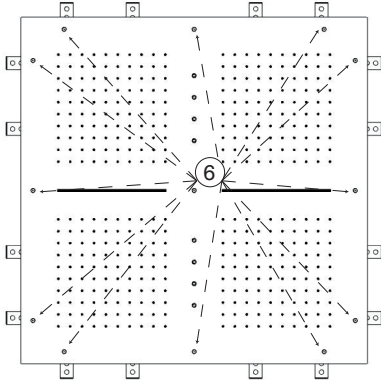

FIG.6
- IT** Prima di provvedere all'assemblaggio delle parti asportate per il fissaggio del telaio, dovete provvedere all'alimentazione delle cascate per poi alimentare gli elementi pioggia (7) della Fig.7. Dopo questo passaggio potrete provvedere ad avvitare le rispettive viti (8) della Fig.7. A questo punto siete pronti per rimettere la parte estetica di Fig.6 riavvitando le viti (6).
- EN** Before assembly the part, previously removed for fixing the frame, feed the waterfalls and fed in pairs the elements for the rain function (7) Fig.7. After this step, screw the screw (8) Fig.7 and then reposition the aesthetic part Fig.6 and screw the screw (6).
- FR** Avant de monter les pièces enlevées pour la fixation du châssis vous devrez alimenter les cascades pour alimenter ensuite les éléments pluie (7) de la Fig.7. Après ce passage visser les vis respectives (8) de la Fig.7. A ce point vous êtes prêts pour remettre la partie esthétique de Fig.6 vissant les vis (6).
- DE** Bevor man die zuvor, für die Befestigung des Rahmens abmontierten Bestandteile wieder zusammenbaut, muss man sich um die Versorgung der Wasserfallausläufe kümmern, um dann die Berieselungselemente (7) der Abb.7 zu versorgen. Danach kann man sich um das Verschrauben der entsprechenden Schrauben (8) gemäß Abb.7 kümmern. An diesem Punkt ist alles bereit, um die Dekorplatte von Abb.6 wieder anzubringen, indem man die Schrauben (6) entsprechend Abb.6 erneut festschraubt.
- ES** Antes de ensamblar las partes removidas durante las operaciones de fijación del bastidor, realicen la alimentación de las cascadas y, sucesivamente, alimenten los elementos lluvia (7) de la Fig.7 previstos. Acabado esta fase, atornillen los tornillos correspondientes (8) de la Fig.7. Finalmente, pueden colocar la placa embellecedora de Fig.6 volviendo a cerrar los tornillos (6).
- RU** Перед сборкой деталей, снятых перед фиксацией рамы, необходимо предусмотреть подачу воды на водопады, а затем на душевые элементы (7) рис.7. После этого можно закручивать соответствующие винты (8) рис.7. Теперь можно установить на место декоративный элемент – рис. 6, завинтив винты (6).
- SV** Innan du monterar de delar du tagit bort för att fästa ramen, ska du se till att försörja vattenfallen för att sen försörja regnelementen (7) i Fig. 7. Efter att ha gjort detta kan du skruva fast de respektive skruvarna (8) i Fig 7. Nu är du klar att sätta tillbaka dekorationsdelen i Fig 6 och skruva fast skruvarna (6) på nytt.
- ZH** 在重新装回框架固定时拆卸的部件时，应查验中间喷口的供水，最后再将水源接在水滴元件 (7) 上 (图7)。此步骤之后才可拧紧相应的螺钉 (8)，如图7所示。此时可重新放入图6所示的弹性部件，并拧紧螺钉 (6)。